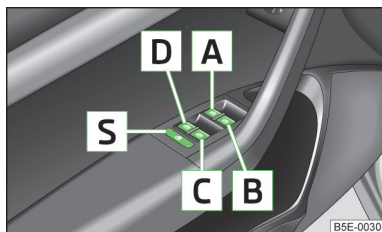

Fig. 23
- Când se transportă copii pe locurile din spate, vă recomandăm să scoateți din funcțiune comutatoarele din portierele din spate (comutatorul de siguranță) **S** » fig. 23 la pagina 44.
**Tastele macaralelor geamurilor** » fig. 23.
Prin apăsarea comutatorului de siguranță » fig. 23, puteți scoate din funcțiune tastele acționării geamurilor din portierele din spate. Apăsând încă o dată comutatorul de siguranță , puteți restabili funcționarea tastelor acționării geamurilor din portierele din spate.
- Mențineți tasta **A**1) în poziție de deschidere » fig. 23 la pagina 44.
- Mențineți tasta **A**1) în poziție de închidere » fig. 23 la pagina 44.